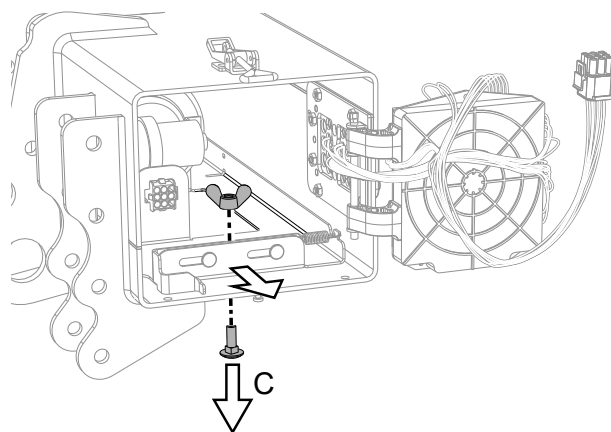

Figure 22. Dégagement du groupe hydraulique
4. Dégager le groupe hydraulique en dévissant l'écrou à oreilles et la vis (C), voir Figure 22 puis tirer le groupe hydraulique jusqu'à ce que le bouchon de remplissage soit accessible, voir Figure 24.